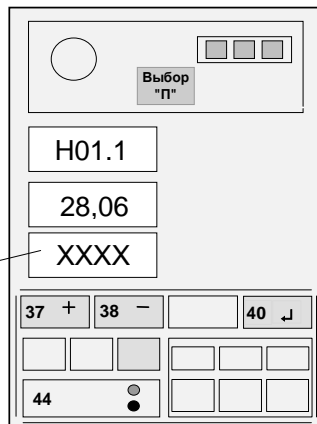

Рисунок 13
4.4.6.3 Нажать на время 1 с кнопку "↵" (40) и, проконтролировав короткий звуковой сигнал, отпустить кнопку (см. рисунок 13).